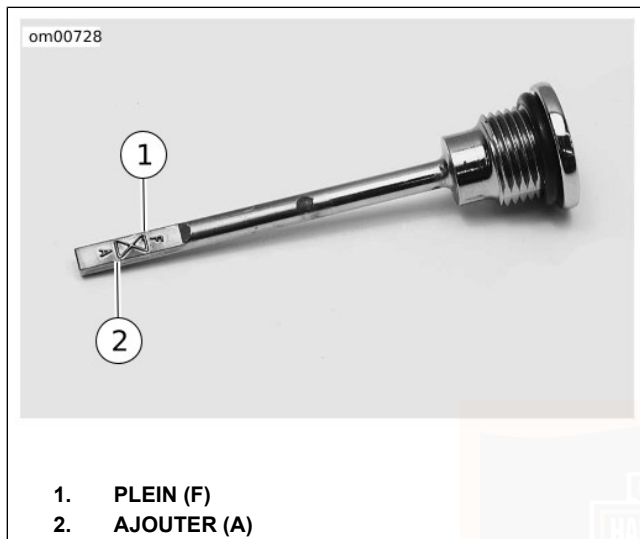

Figure 32. Niveau du lubrifiant du bouchon de remplissage/jauge de la transmission
3. Voir Figure 32. Essuyer le bouchon de remplissage/jauge. Insérer la jauge dans le trou de remplissage, puis la retirer. (La jauge doit reposer sur le rebord du trou de remplissage. Ne pas serrer. Le niveau du lubrifiant doit être situé entre les limites supérieure et inférieure du repère indicateur de niveau d'huile sur la jauge.